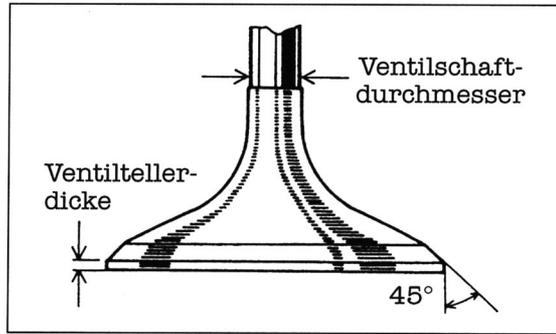

Bild 184
- Schliesst ein Ventil nicht einwandfrei dicht ab, Ventilsitz läppen (Prüfung: Zylinderkopf senkrecht halten und bei eingebautem Ventil in Einlass- oder Auspuffkanal Kraftstoff giessen, am Ventil darf nichts auslaufen; Bild 184).